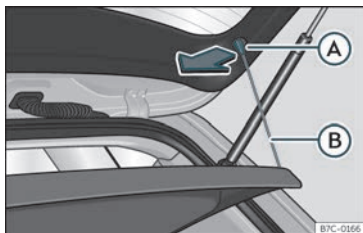

Fig. 105 Al maleter: desmuntar i muntar la safata.
- Desenganxeu els tirants de subjecció >>> fig. 105 (B) dels allotjaments (A).
- Enganxeu els tirants de subjecció >>> fig. 105 (B) a la porta posterior.